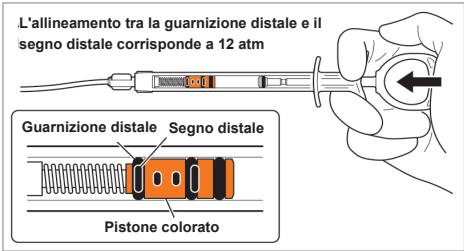

Figura 5: Allineamento tra la guarnizione distale e il segno distale
d. Effettuare un gonfiaggio di prova del sistema premendo l'asta dello stantuffo finché la guarnizione nera distale sul pistone arancione non è allineata con il segno nero distale della siringa di gonfiaggio (vedere Figura 5). Se la guarnizione e il segno nero non sono allineati, scollegare la siringa di gonfiaggio e la linea di estensione e ripetere la procedura di preparazione.
- a. Premere lentamente l'asta dello stantuffo della siringa di gonfiaggio per gonfiare il palloncino. La pressione deve essere aumentata lentamente (3-5 secondi) fino a che il pistone arancione non raggiunge il livello più basso (la guarnizione nera distale del pistone raggiunge il segno nero distale sulla siringa di gonfiaggio – vedere Figura 5). Se questi non si allineano, sgonfiare il palloncino e rimuovere il dispositivo XprESS ed effettuare un gonfiaggio di prova (come descritto nei passaggi 2.d e 2.e della sezione Preparazione del sistema). L'allineamento del segno distale e della guarnizione distale assicureranno che venga raggiunta la pressione di 12 atm.